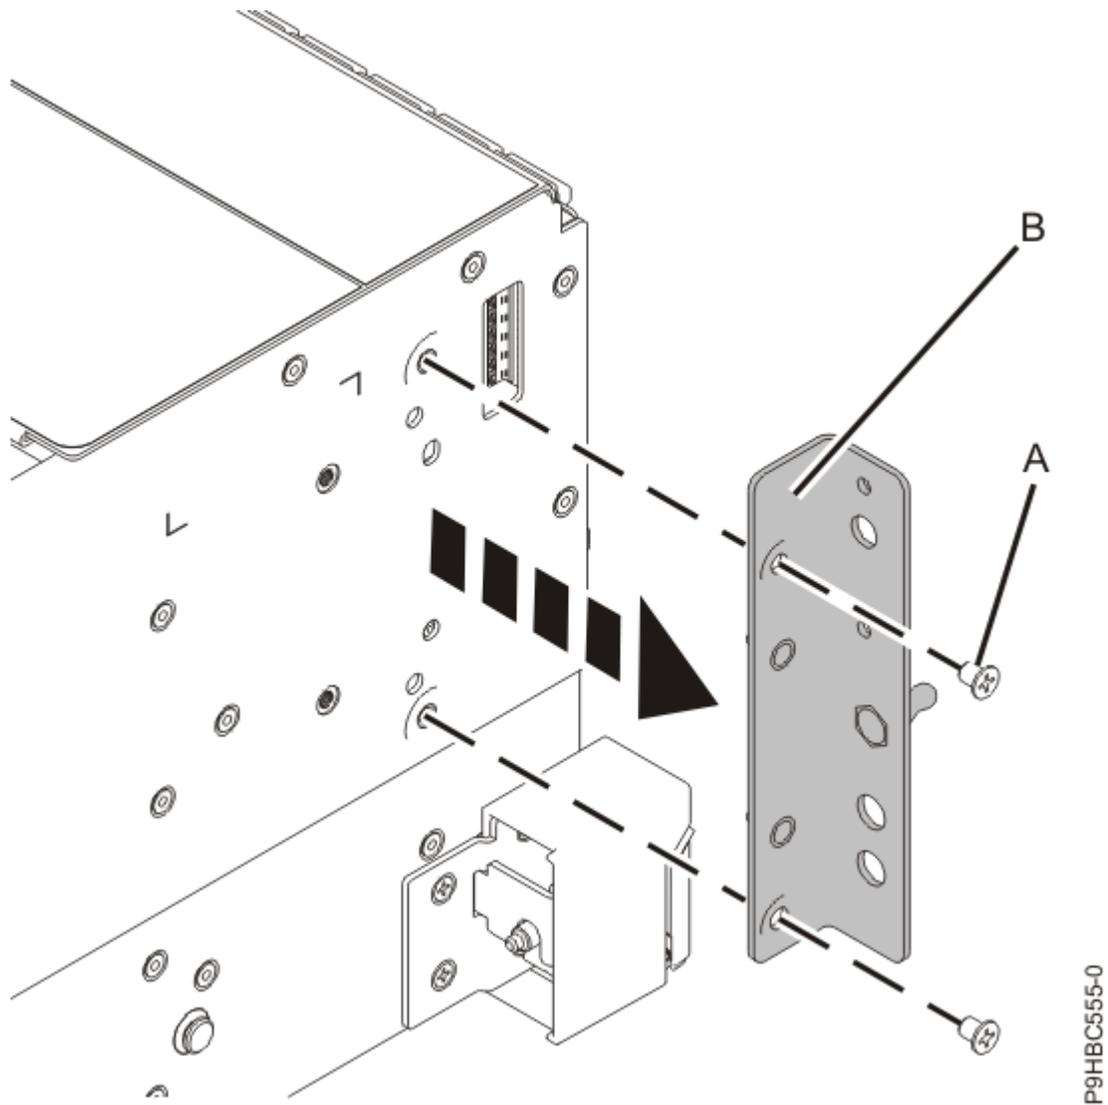

Abbildung 65. Steuerkonsolenhalterung bei einem Einschubsystem ausbauen
5. Entfernen Sie beim Einschubsystem die Schrauben **(A)**, mit denen die Halterung **(B)** an der Seite des Systems befestigt ist (siehe Abbildung 65 auf Seite 70), und nehmen Sie die Halterung ab.